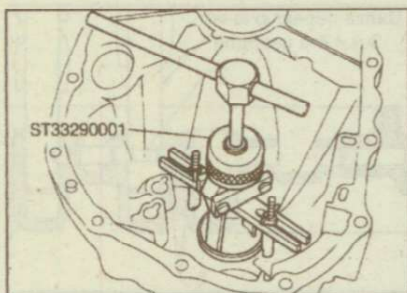

Рис. 9.257. Снятие наружного кольца подшипника вторичного вала
1. Снимите наружное кольцо подшипника вторичного вала и регулировочные шайбы (рис. 9.257).